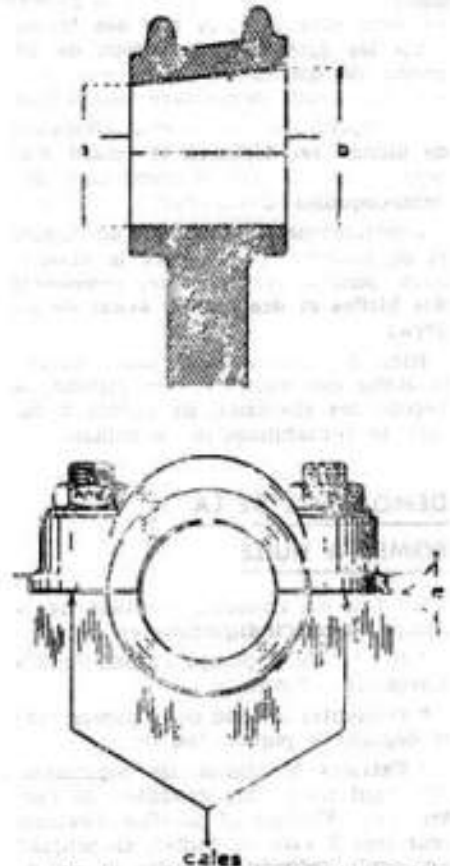

Fig. 4. — Mise au rond d'un palier de ligne d'arbre.
* Placer les chapeaux de paliers, sans les coussinets, sur le carter et serrer les vis à 8 m/kg. A l'aide d'un comparateur, mesurer le diamètre « a » (fig. 4)